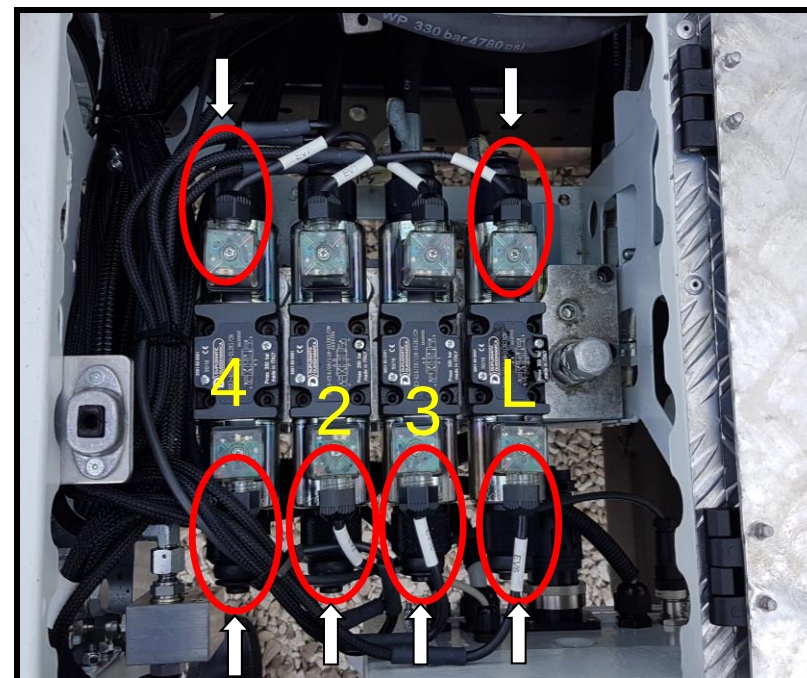

Figura 21: postazione d'emergenza torretta
- il secondo operatore si posizionerà con un oggetto a punta in direzione delle elettrovalvole in figura (Figura 21);